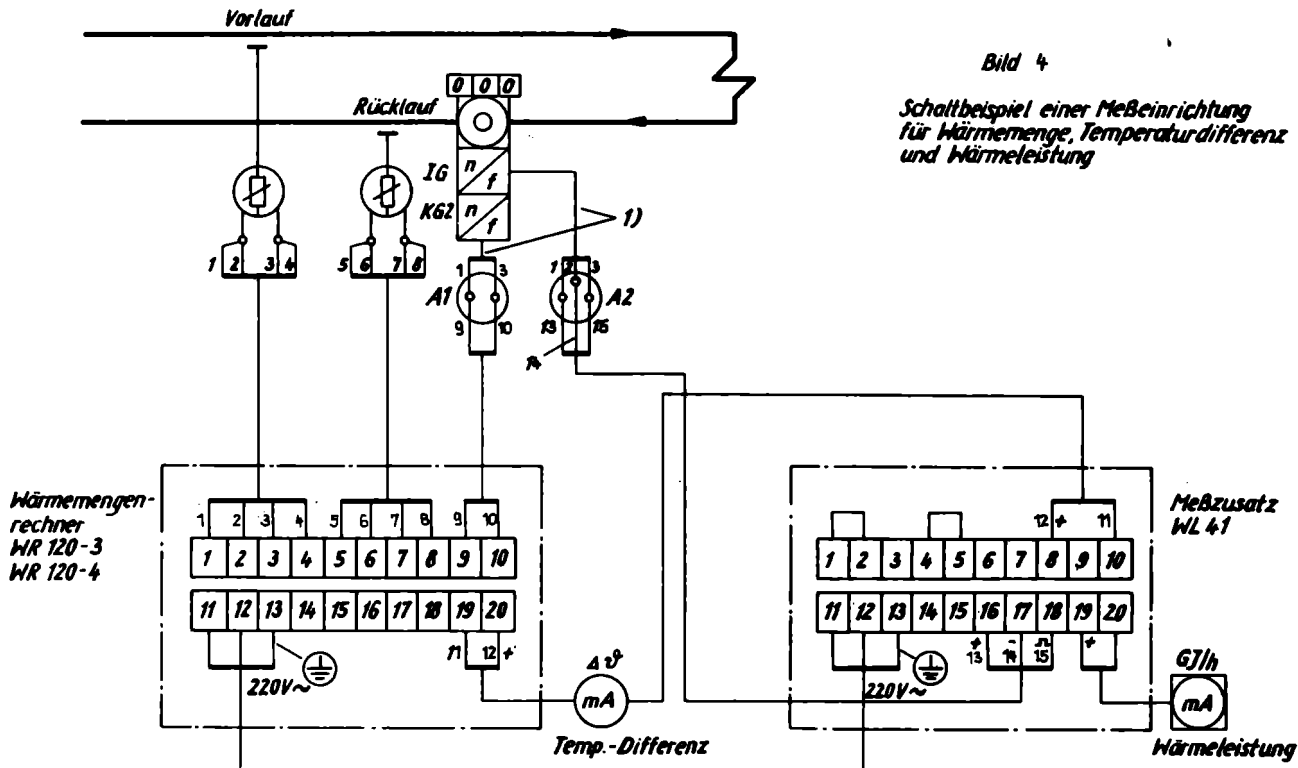

Bild 4
Bild 4 zeigt ein Schaltbeispiel einer Meßeinrichtung für Wärme- menge (Anzeige am Wärmemengenrechner nicht dargestellt), Tempe- raturdifferenz (Anzeige durch Strommesser) und Wärmeleistung (Registrierung durch Stromschreiber). Bei den Widerstandsther- mometern im Vorlauf und Rücklauf handelt es sich um Einfach- Widerstandsthermometer, deren Klemmen mit je 2 Adern verbunden werden müssen.
- Bild 4 Schaltbeispiel einer Meßeinrichtung für Wärmemenge, Temperaturdifferenz und Wärmeleistung